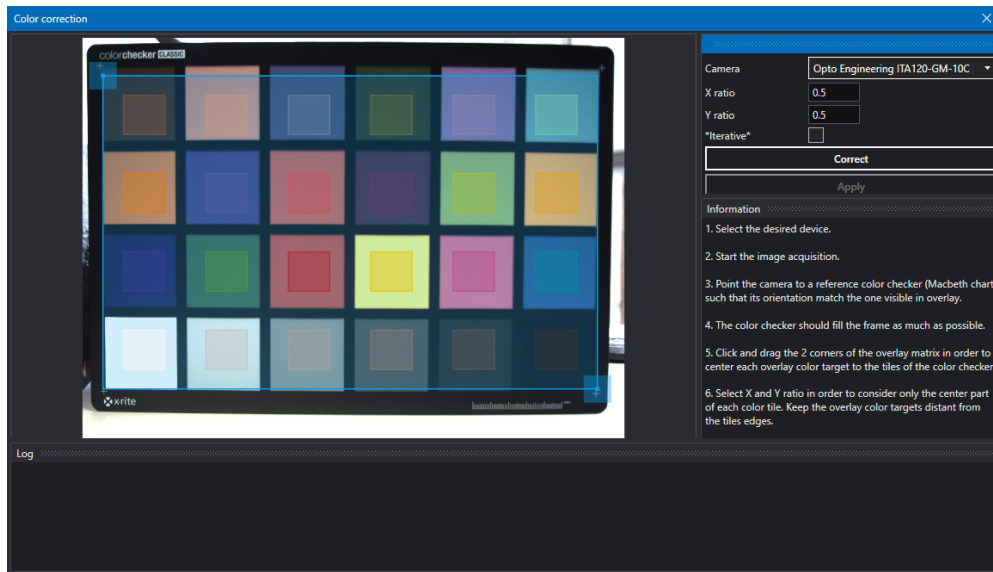

Figure 31: Per ottenere risultati ottimali, assicurarsi di allineare la maschera dei colori del mago alle tessere della tabella dei colori di Macbeth.
5. La casella del colore deve riempire il più possibile la cornice (Fig. 31).